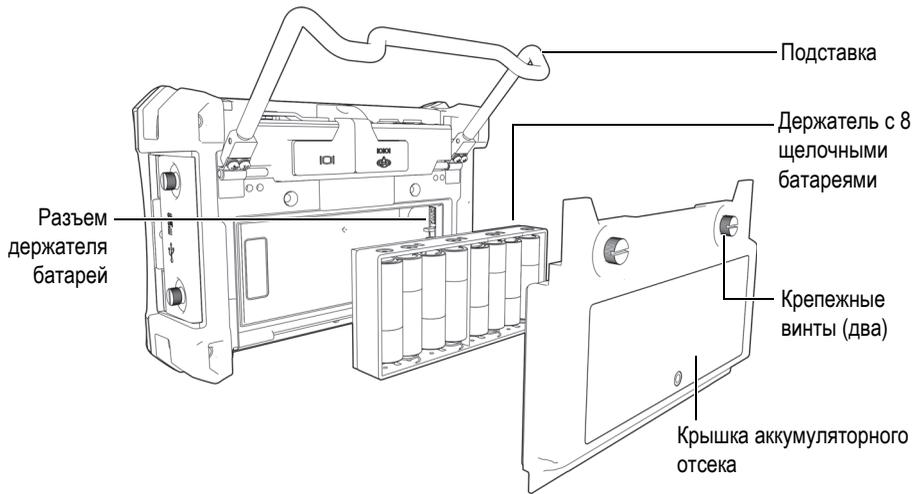

Рис. 1-12 Держатель щелочных батарей
1. Разверните подставку прибора (см. Рис. 1-12 на стр. 40).